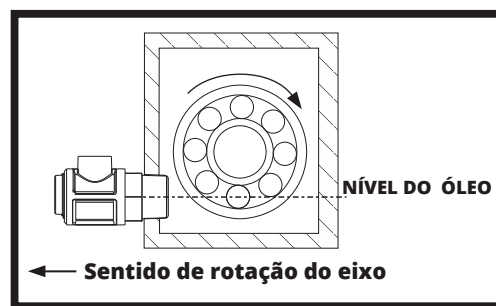

Fig. 1
5. Aperte manualmente o Watchdog em uma porta onde a linha central do corpo principal esteja no nível ideal de fluido (Fig. 1).